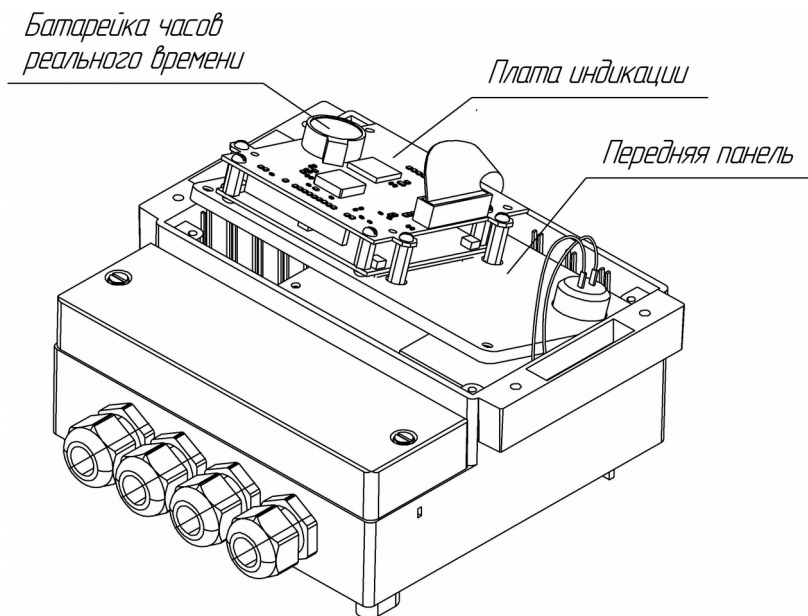

Рисунок 3.3
- аккуратно развернуть переднюю панель с платой индикации к себе (Рисунок 3.3);